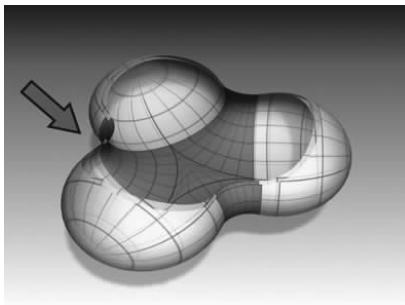

图 5-79 3 个曲面之间的多边混合曲面 ▲
- **□(创建多边混合曲面)**: 多边混合曲面的边由 3 个或 4 个其他曲线或曲面子对象定义, 如图 5-79 所示。与规则、混合曲面不同, 曲线或曲面的边必须形成闭合的环, 即